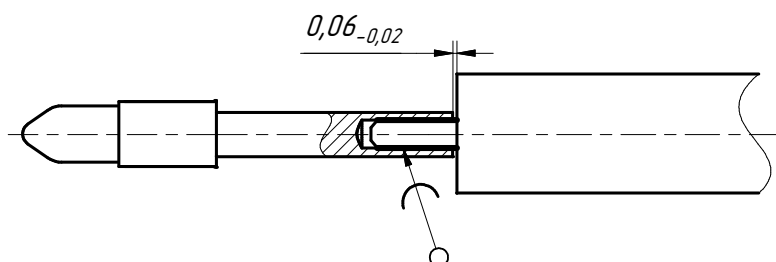

Рис. 23. Пайка штыря на жилу кабеля
- 1) Выполните пайку штыря на жилу кабеля (рисунок 23). Для того, чтобы обеспечить хорошие параметры кабельной сборки, необходимо точно выдерживать размер $0,06_{-0,02}$ мм;